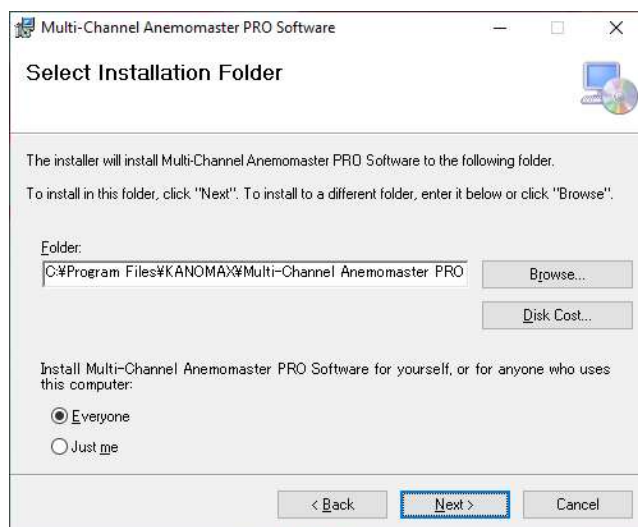

图 2-2 安装位置选择界面
- 2) 点击 (N) 按钮后显示图 2-2 界面。默认的安装位置是 C 驱动器，单击“Browse”可更改安装位置的驱动器或文件夹：